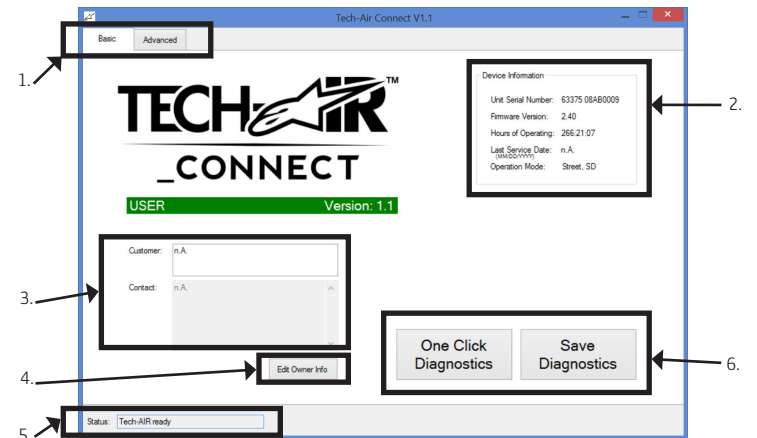

Abbildung 11 – Tech-Air™ Connect hauptsächlich Bildschirm
3. Führen Sie die Tech-Air™ Connect Software aus; Diese wird den Bildschirm nach Abbildung 11 anzeigen.